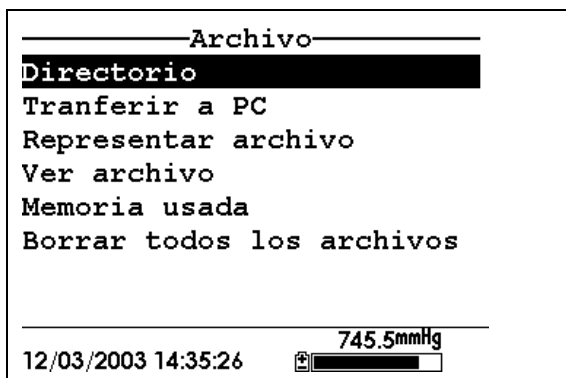

Imagen 8.2 Pantalla del Archivo
2. Use las flechas para seleccionar la opción de **Directorio**. Ver Imagen 8.2 .
1. Vaya a la pantalla del archivo según lo descrito en la Sección **Error! Reference source not found.**. Ver Imagen 8.2 .
3. Use las flechas para seleccionar la opción **Transferir a PC**. Ver *Imagen 8.2*.
3. Use las flechas para seleccionar la opción **Descarga en su PC**. Ver *Imagen 8.2*.
2. Use las flechas para seleccionar la opción **memoria usada**. Ver *Imagen 8.2*.